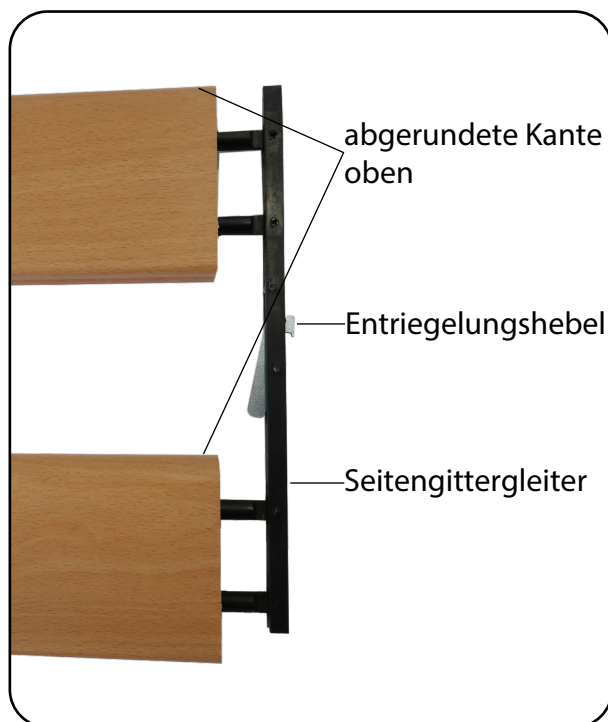

Abb. 6.4.01 – Seitengitter
2. Zum Montieren der Holz-Seitengitter, legen Sie jeweils zwei Seitengitterholme flach und parallel auf den Boden. Führen Sie die Seitengittergleiter an beiden Enden der Holme in die Bohrungen ein (Abb. 6.4.01).
Das Holz-Seitengitter besteht aus zwei einzelnen Holz-Seitengitterholmen, die einen Querschnitt von 28 x 110 mm haben. Die abgerundeten Kanten liegen oben. Mit den speziell passenden Seitengittergleitern aus Kunststoff, werden die geforderten Abstände eingehalten (Abb. 6.4.01).